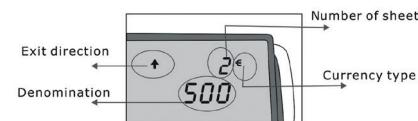

Fig.3
- Aby wyświetlić raport testu, należy naciągnąć przycisk kierunkowy i raportu wykrywania. Naciągnąć ten sam przycisk, aby wyświetlić wynik każdego testu (rys. 3)